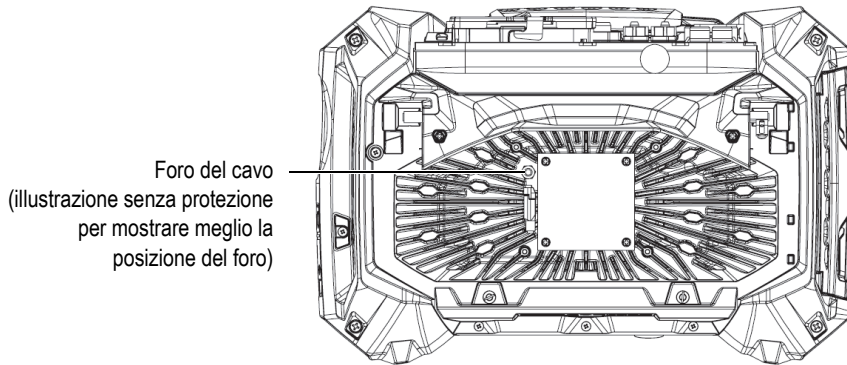

Figura 4-1 Interno del gruppo ventola di raffreddamento (protezione rimossa per mostrare il foro del cavo)
1. Verificare la presenza di polvere o sporco nelle aperture della ventola, provvedendo alla loro rimozione mediante aria compressa in tutte le direzioni dall'esterno del telaio (pressione massima di 207 kPa) tuttavia non soffiare l'aria direttamente nel foro del cavo nel gruppo ventola (Figura 4-1 a pagina 57).